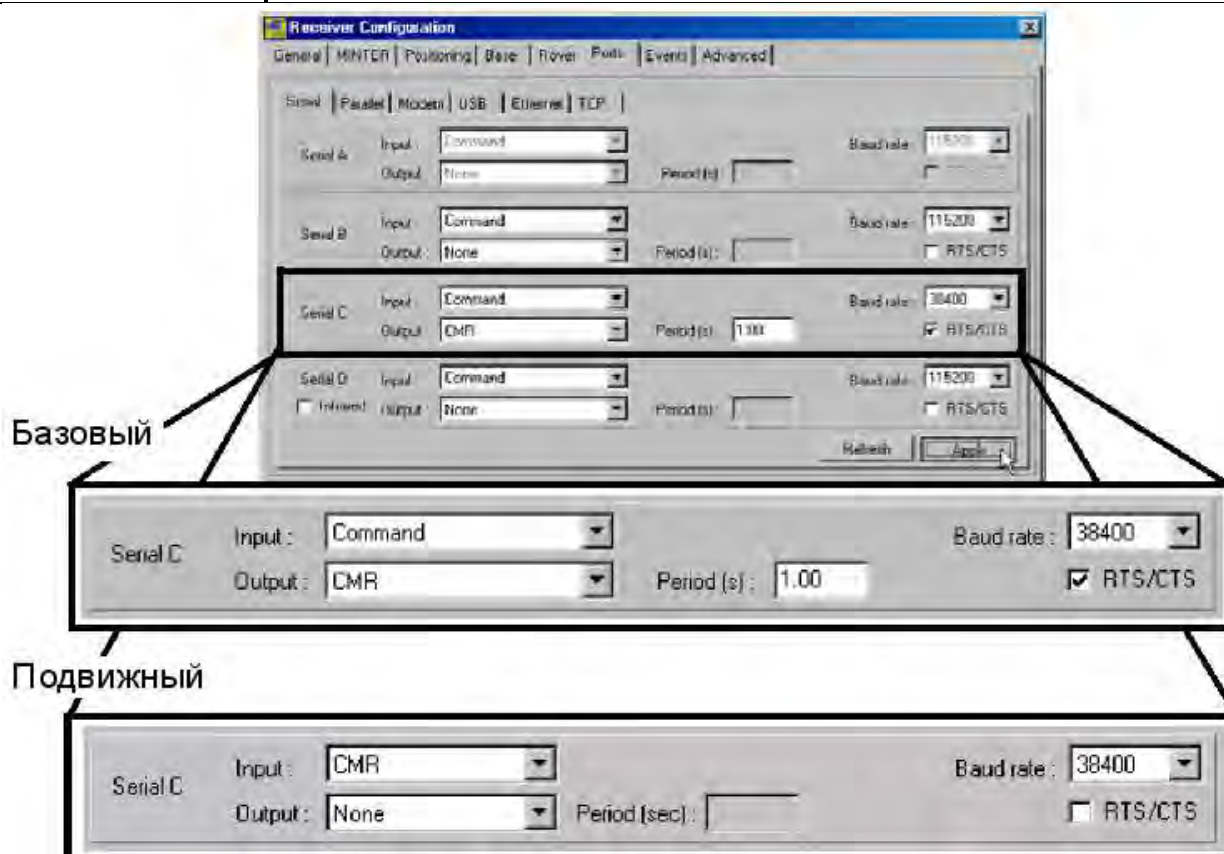

Рисунок 3-14. Настройки портов для базового и подвижного приемников при RTK съемке
11. Для RTK съемок выберите вкладку *Ports* (Порты) и установите параметры последовательного порта (см. Табл. 3-6), после чего щелкните на кнопке *Apply* (Применить), см. рис. 3-14 на стр. 3-18.